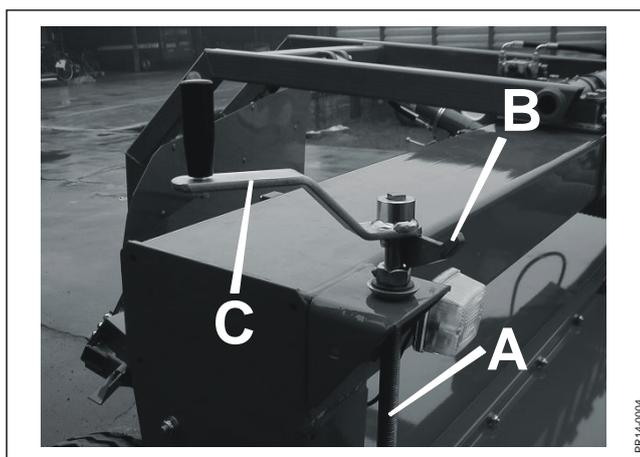

Fig. 3-10
- Fig. 3-10 Die senkrechten Federn **A** werden justiert, indem die Verriegelung **B** gelöst und die Handkurbel **C** gedreht wird.
- Die waagerechten Top Safe Federn etwas lösen (sehen Sie Fig. 3-12), und die senkrechten Höhenentlastungsfedern etwas spannen (sehen Sie Fig. 3-10).